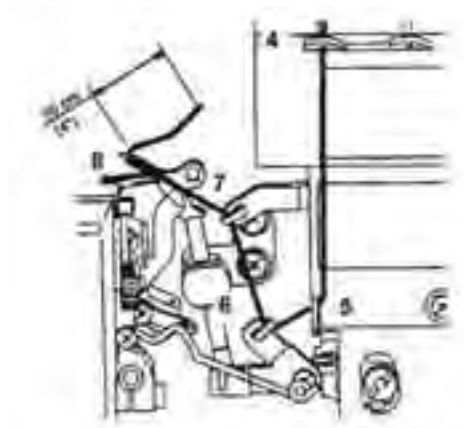

Fig. 18
5. Enfillez le fil dans l'espace du boucleur en suivant les marques rouges (Fig. 18).